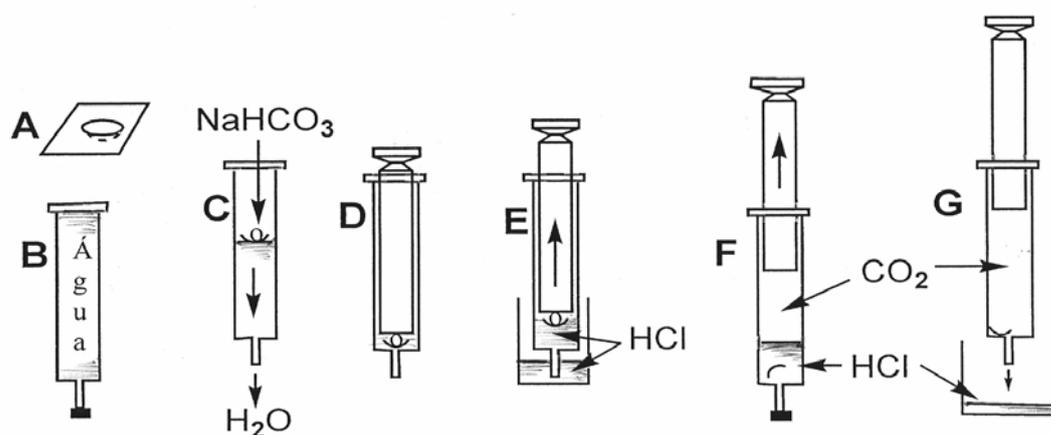

Fig. 4 - Reacções entre sólidos e soluções em seringas de maior capacidade.
- Pequenas barquinhas de plástico (obtidas a partir de embalagens de comprimidos) [fig. 4-A]
Colocação do reagente sólido na seringa [fig. 4-B, C, D]
Reacção no interior da seringa [fig. 4-E, F, G]
- Colocar no copo de 100 mL cerca de 10 mL de HCl(aq) e, com a seringa na vertical, aspirar 5-6 mL de HCl para o interior da seringa, sem o misturar com o NaHCO_3 [fig. 4-E].
cheia de gás, colocá-la com o tampão voltado para cima, retirar este e, se necessário, deixar sair o gás em excesso [fig. 4-F].
c) Esvaziar a solução de HCl sem perder CO₂ [fig. 4-G].